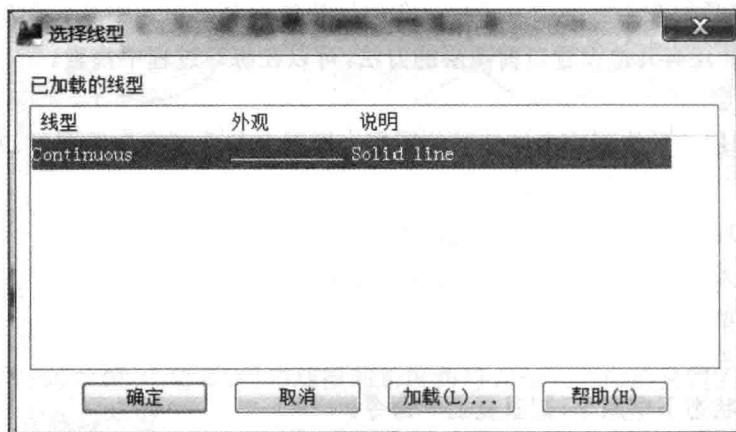
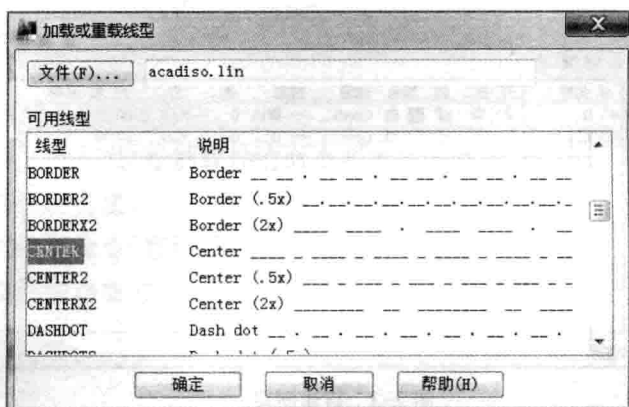

图 2-5 选择线型对话框
图 2-6 加载或重载线型
(3) 设置图层线型。将鼠标放在【线型】项目上单击左键,出现如图 2-5 所示的【选择线型】对话框。初始状态下,线型只有【continuous】一种,当需要其他线型时,选择【加载(L)】,添加新线型或重载线型,如图 2-6 所示。按住【Ctrl】键,一次可选择多种线型。